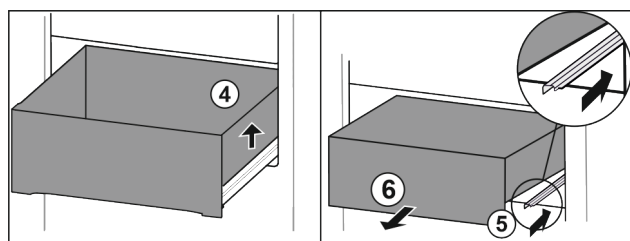

Fig. 75
- ▶ Lyft uttagsslåda på höger sida. Fig. 75 (4)
- ▶ Skjut in höger skena. Fig. 75 (5)
- ▶ Ta ut uttagsslåda genom att dra den framåt. Fig. 75 (6)